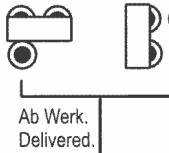

Fig. 12
6. Kohlebürstenwechsel: Tendergehäuse abnehmen (Fig. 5). Danach wird der **Motor ausgebaut** und die **Kohlebürsten ausgewechselt** (Fig. 12).
6. Carbon Brush Changing: First remove tender body (fig. 5), and then the motor (fig. 12).
6. Remplacement des balais du moteur: Démontez la caisse du tender (voir fig. 5). Sortez ensuite le moteur de son longement (voir fig. 12) et échangez finalement le balais.